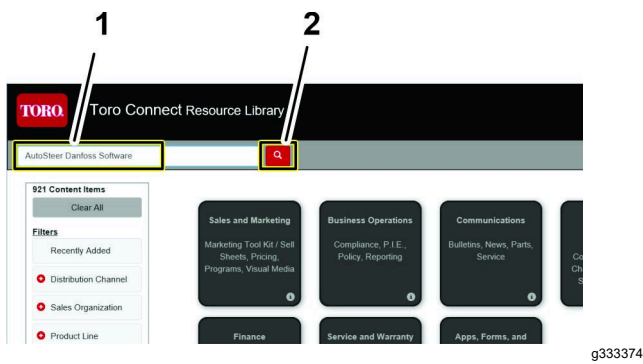

Bild 15
3. Geben Sie auf der Webseite der Bibliothek AUTOSTEER in das Textfeld Enter Search Terms [Suchbegriffe eingeben] ein, und klicken Sie mit der linken Maustaste auf die Schaltfläche „Suchen“ (Bild 15).